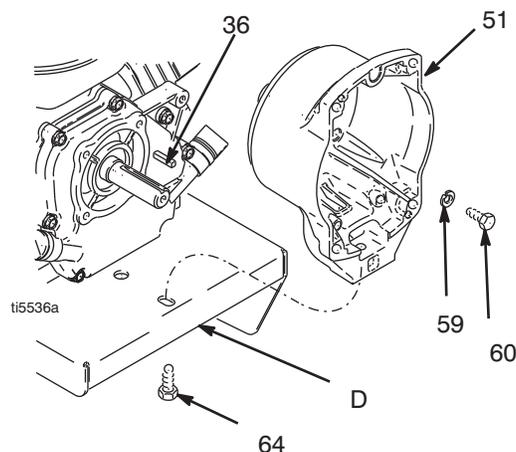

FIG. 10
2. FIG. 10. Retirer les quatre vis (60) et leurs rondelles (59) qui maintiennent le carter d'embrayage (51) sur le moteur.
3. Enlever la vis (64) par le dessous de la plaque de support (D).
4. Extraire le carter d'embrayage (51).
1. FIG. 10. Pousser sur le carter d'embrayage (51).
2. Mettre en place les quatre vis (60) et rondelles (59) et fixer le carter d'embrayage (51) sur le moteur. Serrer à 200 in-lb (22.6 N·m).
3. Introduire les vis (64) par le dessous de la plaque de support (D). Serrer à 26 in-lb (35.2 N·m).